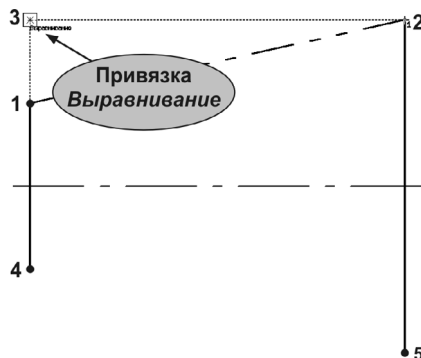

Рис. 9.32. Использование привязки **Выравнивание**
7. Поместите курсор приблизительно в то место на чертеже, где должна находиться точка 3 (рис. 9.32).